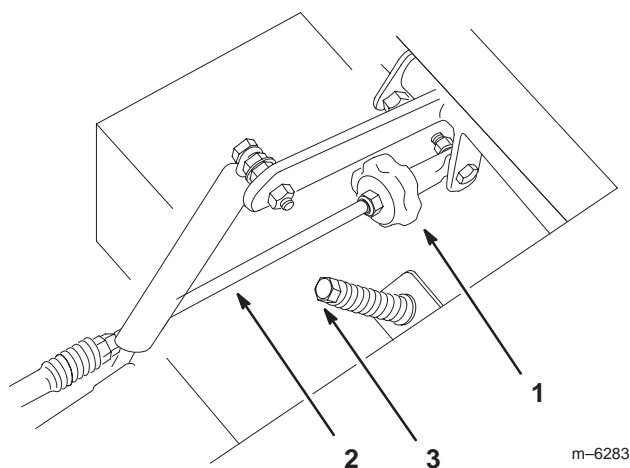

Figure 56
2. Réglez la longueur de la tige de pompe en tournant le bouton dans le sens voulu, jusqu'à ce que la roue soit immobilisée ou tourne légèrement en marche arrière (Fig. 56).